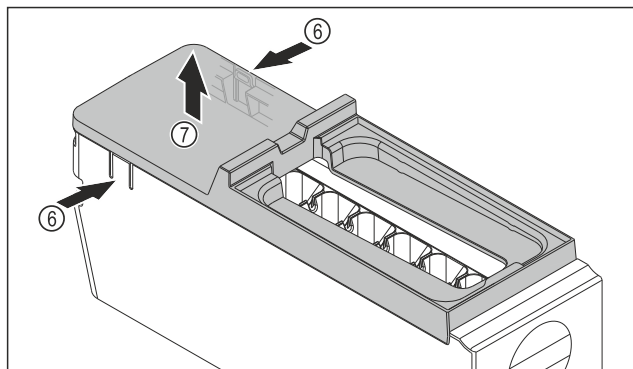

Fig. 144
- Ta bort skyddet på EasyTwist-Ice-enheten: Tryck på skenorna Fig. 144 (6) på båda sidor av EasyTwist-Ice-enheten med en hand.
- Ta bort skyddet Fig. 144 (7) uppåt med andra handen.